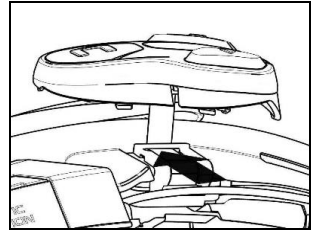

Fig. 20
- Bringen Sie das Kabel im Helminnern an und lassen den linken Befestigungsclip in dem für denselben vorgesehenen Bereich einschnappen (Abb. 20).